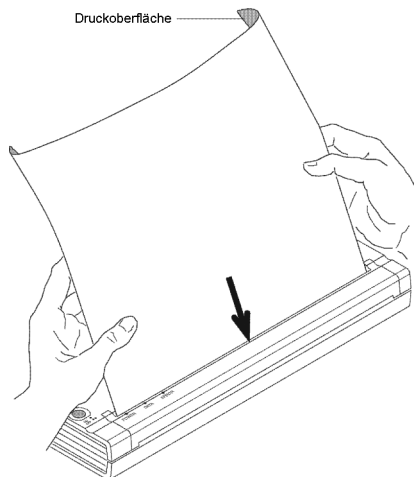

Abbildung 9. Einlegen eines Papierbogens
3. Legen Sie einen Bogen Brother-Originalpapier (PA-C-410) in den Papierschacht ein. Halten Sie dabei die Druckseite des Papiers nach hinten, so dass sie zur hinteren Seite des Druckers zeigt. Siehe Abbildung 9.